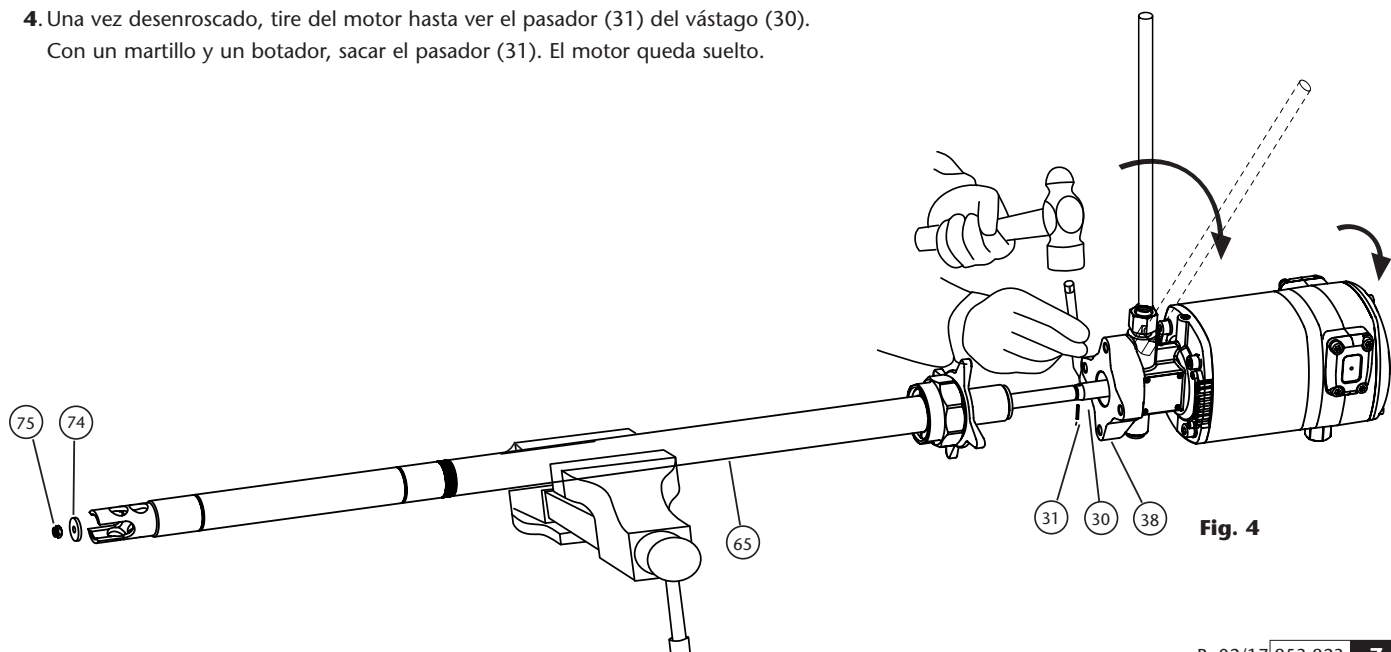

Fig. 4
1. Fije la bomba en posición horizontal en una mordaza (fig. 4). Dé unos golpes con un martillo en el tubo superior (65), cerca de la unión con el cuerpo (38) para romper el sellador de rosca.
2. Desenrosque la tuerca de cebador (75) y desmonte éste (74).
4. Una vez desenroscado, tire del motor hasta ver el pasador (31) del vástago (30).